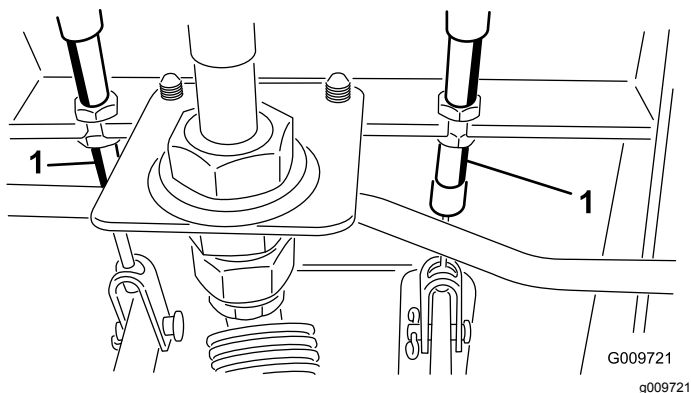

Figura 93
- A. Allentate il dado anteriore sull'estremità filettata del cavo del freno (Figura 93).